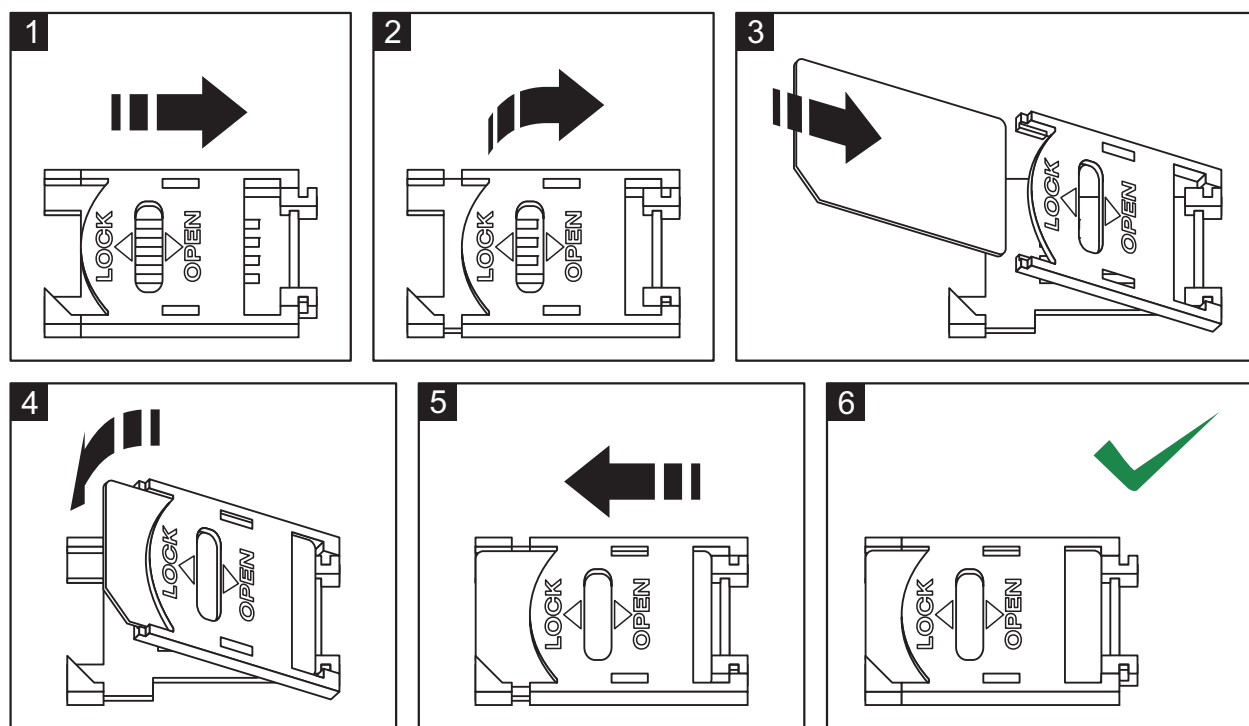

Abb. 4. Einsetzen der SIM-Karte.
8. Die SIM-Karte in den Steckplatz einsetzen (siehe: Abb. 4).